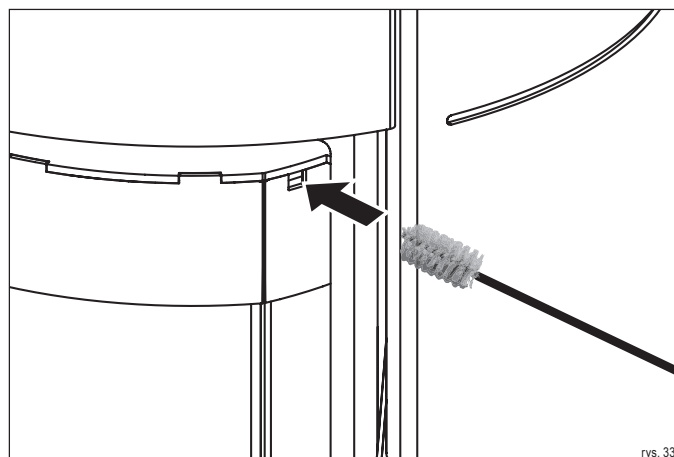

rys. 32
- ▶ Otwórz klapę czyszczącą przy rurze dymowej (rys. 32).
- ▶ Zamieć pozostałości do tyłu komina i w dół do pieca kominkowego (rys. 32).